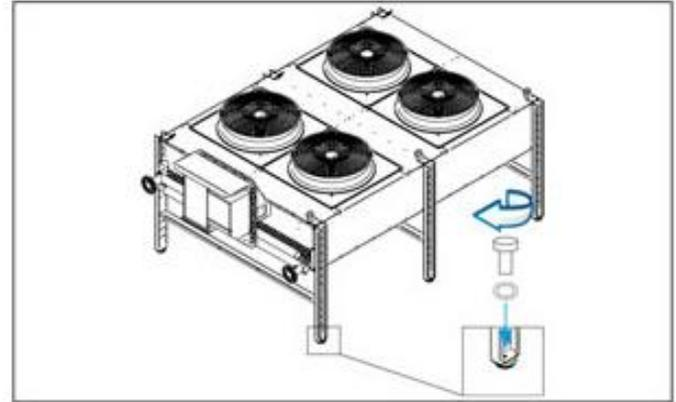

Fig. 8
- Fixer l'accessoire « **A** » (plots anti-vibratils) à l'emplacement prévu à l'aide des vis et rondelles fournies (Fig. 8)